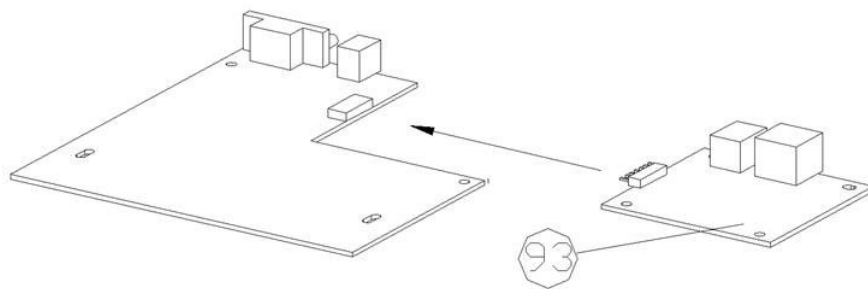

Figura 10.1.4
8. Extraiga la tarjeta de Ethernet (93) de la placa principal, y a continuación inserte la nueva tarjeta de Ethernet (93) en la placa principal tal como se muestra en la Figura 10.1.4.